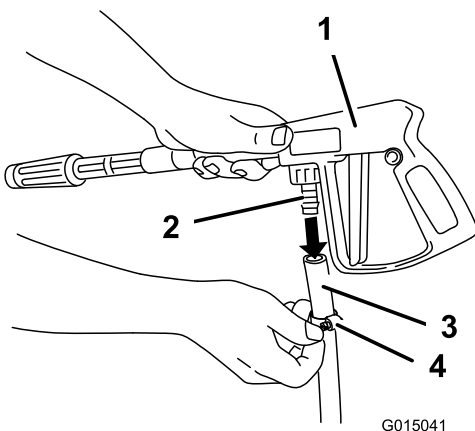

Figura 20
2. Ligue a extremidade livre da tubagem longa ao encaixe da pistola de pulverização (Figura 20).